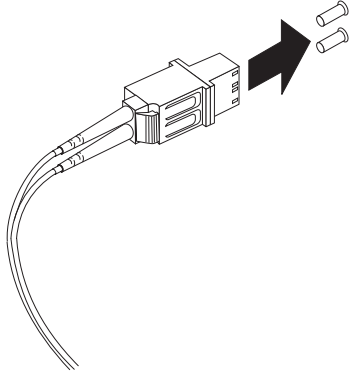

図 24. LC-SC ケーブル・アダプターの保護キャップの取り外し
3. 32 ページの図 24 に示すように、LC-SC ケーブル・アダプターの LC コネクタの先から 2 つの保護キャップを取り外します。保護キャップは後日使用する時のために保管しておきます。